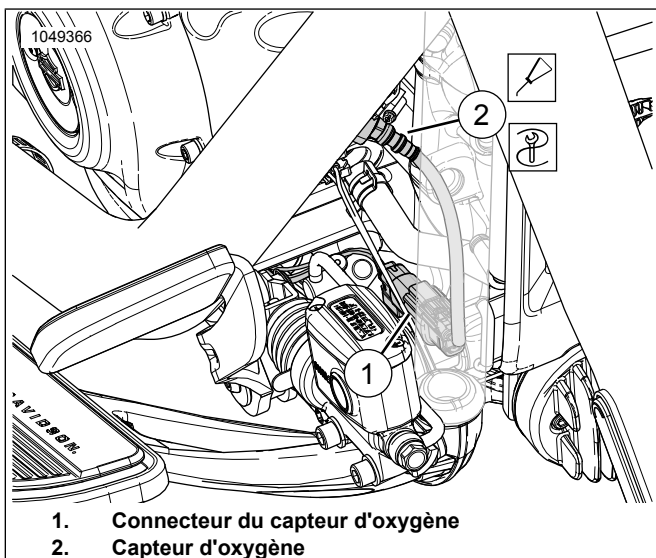

Figure 21. Capteur d'oxygène avant
Voir Figure 21. Débrancher du faisceau principal le connecteur du capteur d'oxygène avant (1).